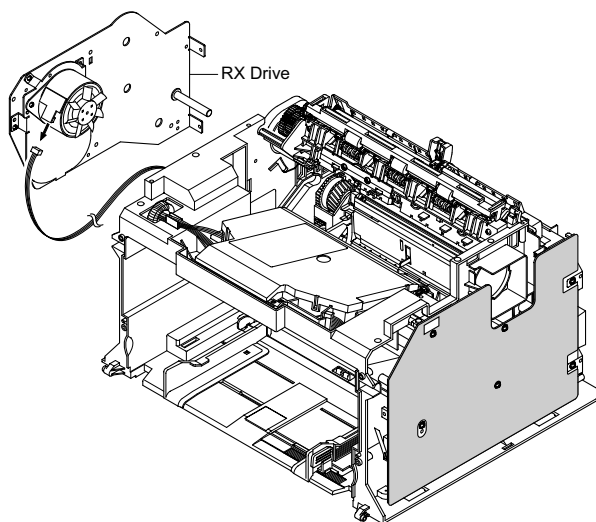

Рисунок 3
6. Отсоедините разъем, рисунок 3.